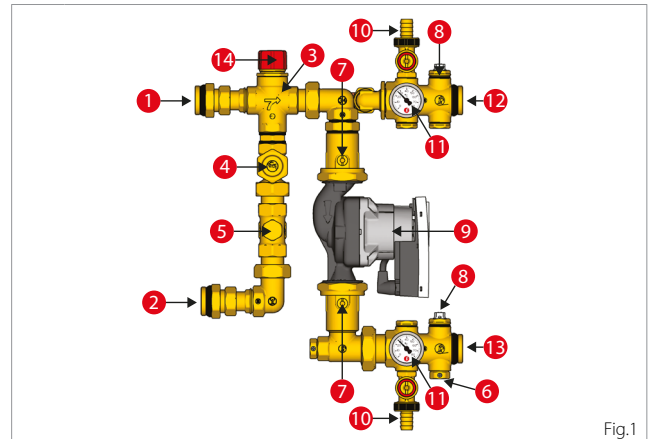

Fig.1
Il fluido termovettore proveniente dalla centrale termica entra dall'attacco (fig.1-rif.1) e vi ritorna dall'attacco (fig.1-rif.2).
La regolazione della temperatura dell'acqua di mandata ai pannelli radianti, avviene tramite la valvola miscelatrice a tre vie (fig.1-rif.3) sulla quale è montato il motore K281 - tramite l'attacco filettato M30x1,5 mm (fig.1-rif.14). Il fluido di ritorno dall'impianto radiante (fig.1-rif.12) si dirige verso il detentore (fig.1-rif.5) e quindi, in funzione della posizione della valvola miscelatrice, in parte alla valvola miscelatrice stessa attraverso il detentore (fig.1-rif.4), in parte al circuito di ritorno alla centrale termica (fig.1-rif.2).
- 2) La sonda di mandata K463PY001, da inserire nell'apposito pozzetto (fig.1-rif.6).
- A) Chiudere le valvole a sfera (fig.1-rif.7) posizionate a monte e a valle del circolatore.
- B) Chiudere il detentore secondario (fig.1-rif.5) con apposita brugola da 8 mm, così da isolare il circuito secondario dal primario.
- F) Collegare un comune tubo di gomma al rubinetto di scarico (fig.1-rif.10) situato sul raccordo intermedio del collettore di ritorno per consentire il carico.
- G) Collegare un altro tubo in gomma al rubinetto di carico (fig.1-rif.10) situato sul raccordo intermedio del collettore di mandata.
- L) A questo punto si procede all'apertura delle valvole di intercettazione (fig.1-rif.7) collocate all'estremità superiore ed inferiore del circolatore e del detentore (fig.1-rif.5), al fine di consentire il riempimento dei collettori e la completa fuoriuscita dell'aria dagli stessi attraverso gli sfoghi aria (fig.1-rif.8).